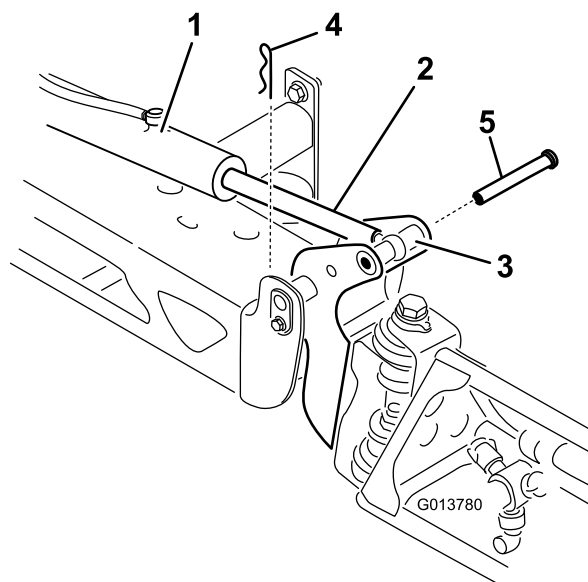

Figura 96
2. Retire o contrapino do pino de articulação (Figura 96).
3. Eleve rampa e retire o pino (Figura 96) e lentamente baixe a rampa para o solo.
- Enquanto segura na rampa, insira o pino através tanto da articulação da rampa como da barra do acionador (Figura 96).